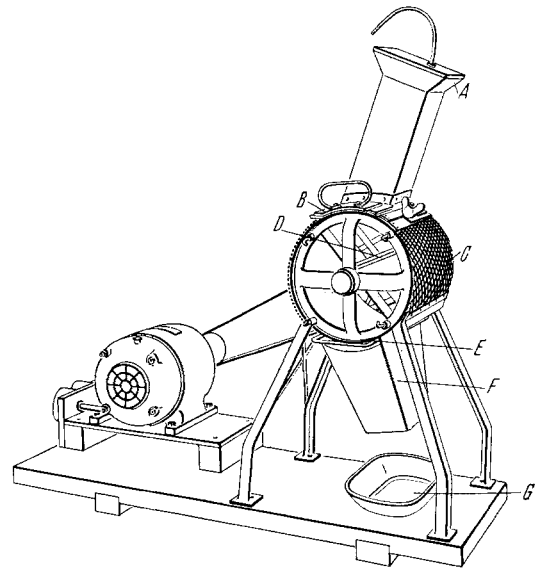

Abb. 2. Einzelpflanzen-Dreschmaschine mit Bezeichnung der Einzelteile. Werkzeugnu.: Paul Polikeit, Halle a. S.
Die vielseitige Verwendungsmöglichkeit der Maschine ist eigentlich nur durch die Einfachheit der Konstruktion (Abb. 2) bedingt: Das in den Trichter (A) eingelegte Material gelangt durch Öffnen des Schiebers (B) in die Dreschtrommel, einem aus Entgrannergeflecht bestehenden Zy-